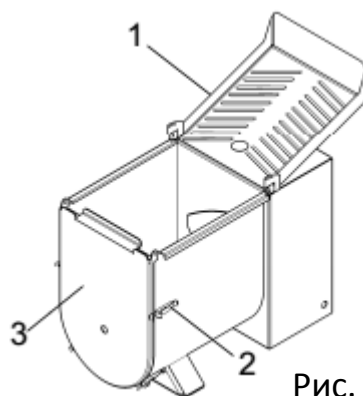

Рис. 6.3.5
- Открыть защелки поз. 2 (рис. 6.3.5), высвободив переднюю крышку поз. 3 (рис. 6.3.5)